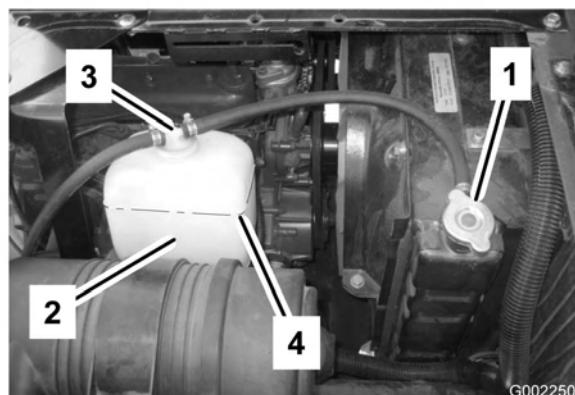

Figure 52
3. Retirez le bouchon du radiateur et le bouchon du vase d'expansion avec précaution (Figure 52).